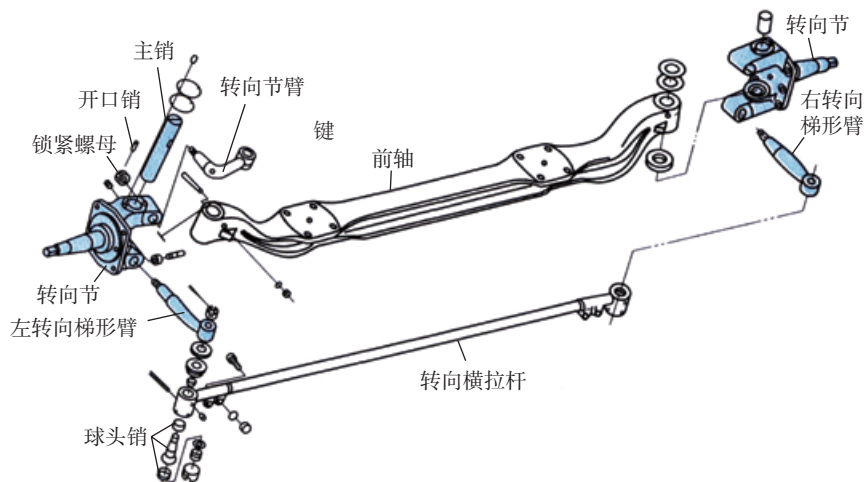

图 5
(4) 转向节臂和梯形臂。转向节臂和梯形臂如图 5 所示。转向直拉杆通过转向节臂与转向节相连。转向横拉杆两端经左、右梯形臂与转向节相连。转向节臂和梯形臂带锥形柱的一端与转向节锥形孔相配合，用键防止螺母松动。臂的另一端带有锥形孔，与相应的拉杆球头销锥形柱相配合，同样用螺母紧固后插入开口销将螺母锁住。